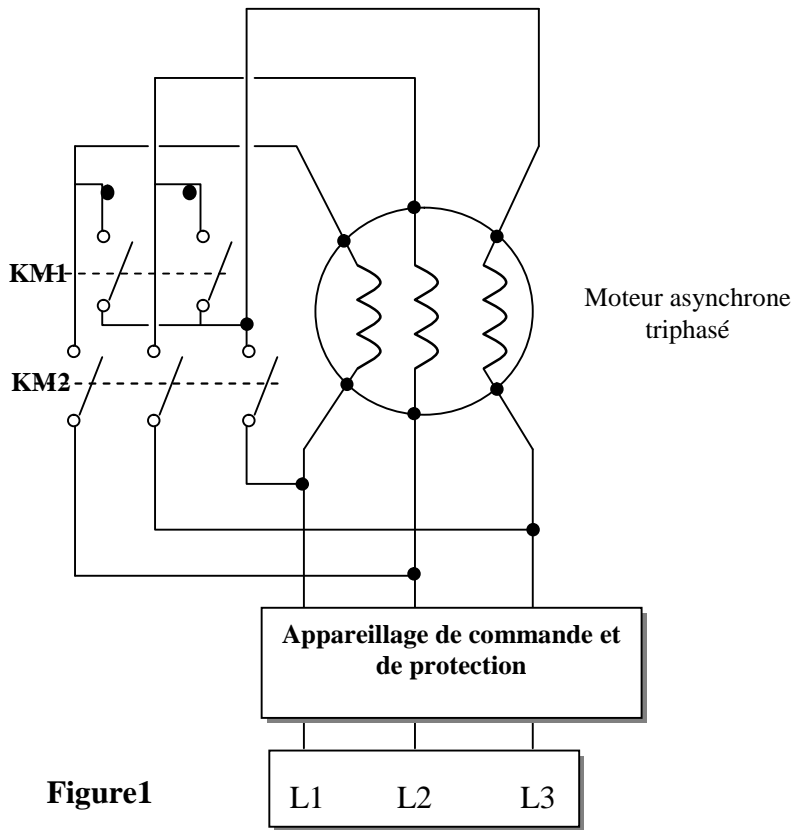

Figure1
**2-3- A partir du schéma de la figure 1(voir dossier technique ).**